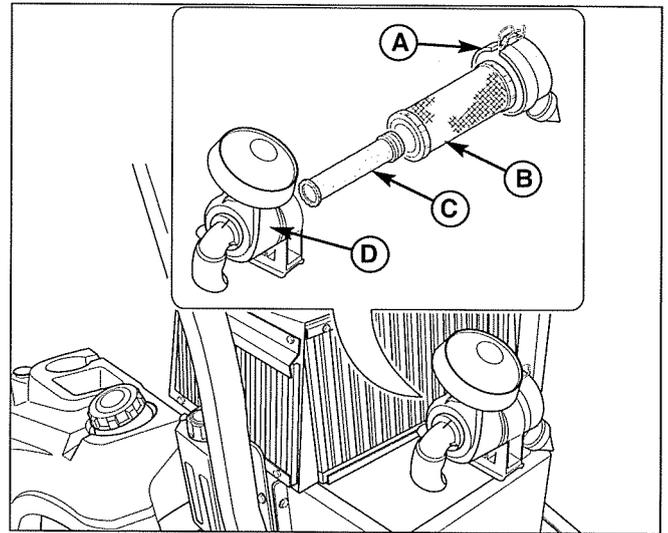

Figure 22. Ensemble d'épurateur d'air
1. Détacher les deux brides de serrage et retirer le couvercle (A, figure 22) du logement de filtre à air (D).
2. Retirer l'élément primaire (B) et l'élément secondaire (C) du logement de filtre à air en les tirant.